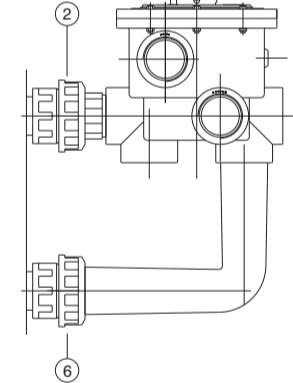

Fig. 4
4. Avvitare dolcemente la flangia (6) e fissare fortemente la flangia (2) (vedi fig. 4) in modo da ottenere il perfetto allineamento della valvola. Smontare la flangia (6) e il gomito (5) e pulire le superfici da incollare, con solvente. Utilizzare collante per ABS. Applicare il collante sia sul gomito sia nel corrispondente foro della valvola. Posizionare, di nuovo (vedi fig. 4), serrando la flangia (6), la valvola, lasciando che indurisca per almeno due ore prima di far funzionare l'impianto.